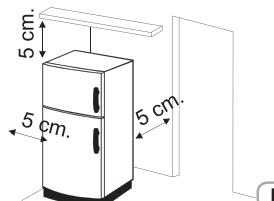

Fig.1
• Attendere almeno 3 ore dalla collocazione in sede definitiva primiadi mettere in funzione l'apparecchio. 1 Assicurarsi che lo spazio circostante al frigorifero sia suffi ciente perla ventilazione. L'illustrazione (fig.1) mostra lo spazio minimo necessario per l'installazione del frigorifero.
Mantenendo uno spazio maggiore dal muro, il frigorifero consuma un importo minore di energia elettrica. L'utilizzo del frigorifero in uno spazio dalle dimensioni minori rispetto a quelle indicate nell'illustrazione in basso (fig.1), potrebbe provocare un non corretto funzionamento, forti rumori e guasti.